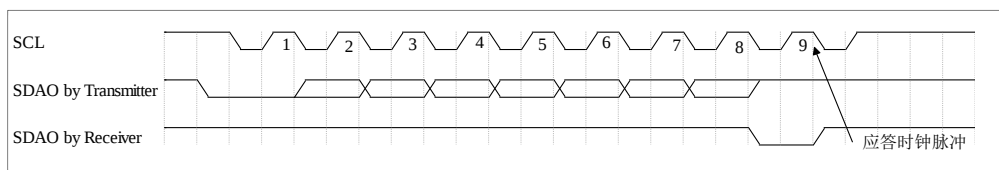
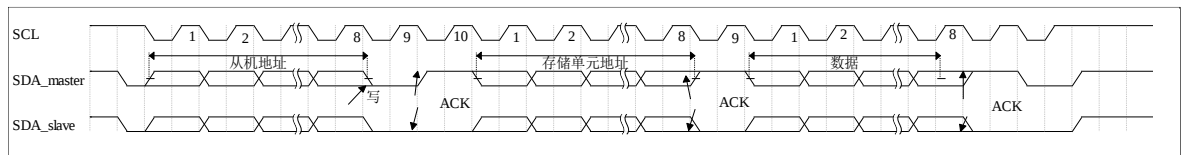
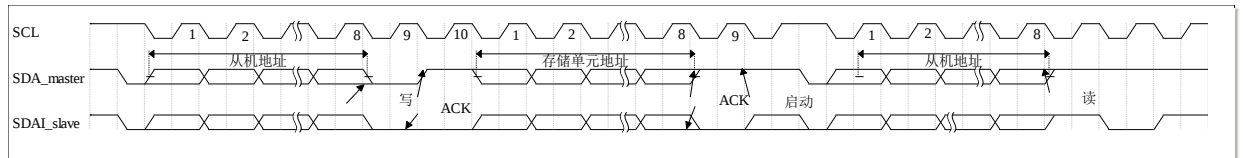
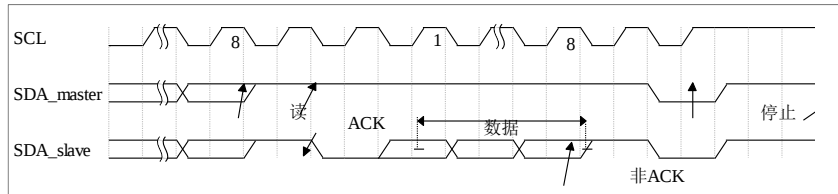

图 12-2 I2C 总线上应答时序图
图 12-3 I2C 写数据时序图
图 12-4 I2C 读指定地址数据的时序图 1
图 12-5 I2C 读指定地址数据的时序图 2（时序接着上图）
- （5）应答信号：在接收到一个字节的的数据后，通常需要发出一个应答信号。在发出一个字节的的数据后，通常需要接收一个应答信号。发送方在应答时钟脉冲期间释放 SDA 线，接收方拉低 SDA 线，并且在 SCL 的高脉冲期间保持为 0，如图 12-2 所示。I2C 读写控制器必须有产生一个与这个应答位相联系的额外的时钟脉冲。在读操作中，读写控制器对 I2C 完成的最后一个字节不产生应答位，但是会有一个结束信号。
发送方：满足启动条件后，从 SDA 线先后串行写入 I2C_CTRL[i2c_saddr]，I2C_CTRL[i2c_r_wn] = 0 写操作，应答，I2C_CTRL[i2c_maddr]，应答和 I2C_CTRL[i2c_data]、应答，最后是停止信号。参考图 12-3 I2C 写数据时序图。
满足启动条件后，从 SDA 线先后串行写入 I2C_CTRL[i2c_saddr]，I2C_CTRL[i2c_r_wn] = 0 写操作，应答信号，I2C_CTRL[i2c_maddr]，应答。重新启动，I2C_CTRL[i2c_saddr]，I2C_CTRL[i2c_r_wn] = 1 读操作，应答。接收方回复读取的数据 I2C_CTRL[i2c_data]，非应答，最后是停止信号。参考图 12-4 和图 12-5。
在数据传输过程中，若没有应答或产生其他错误，i2c_error 标志将被置位，如果设置 I2C_CTRL 寄存器中的 i2c_error_en 位，将产生中断。图 12-2 是 I2C 应答时序图，图 12-3 和图 12-4 分别是 I2C 的写数据和读指定地址数据的时序图。